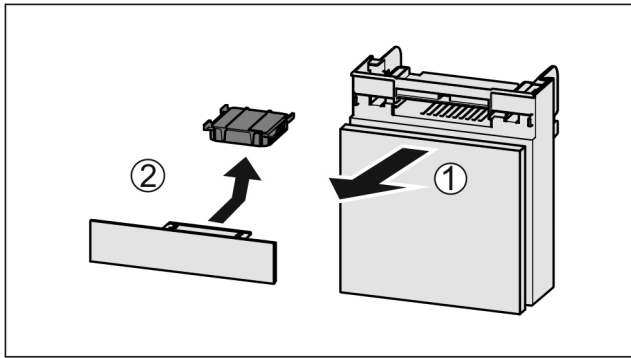

Fig. 152
- ▶ Lade vanaf de voorkant eruit trekken Fig. 152 (1).
- ▶ Actiefkoolfilter verwijderen Fig. 152 (2).